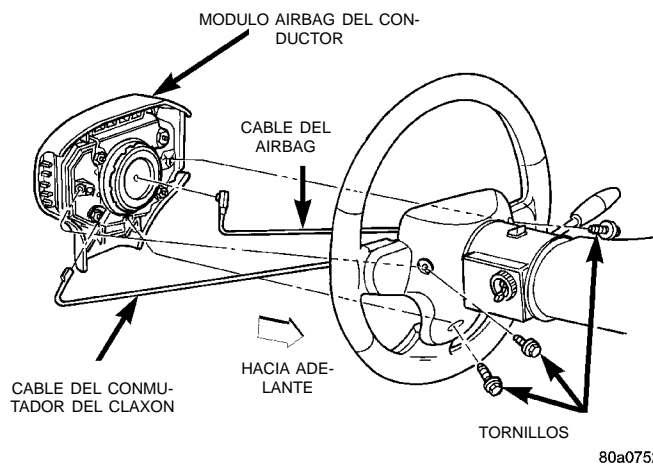

Fig. 5 Desmontaje/instalación del módulo Airbag del conductor
(1) Desconecte y aisle el cable negativo de la batería.
(2) Retire los tres tornillos que sujetan el módulo Airbag del conductor al volante de dirección (Fig. 5).